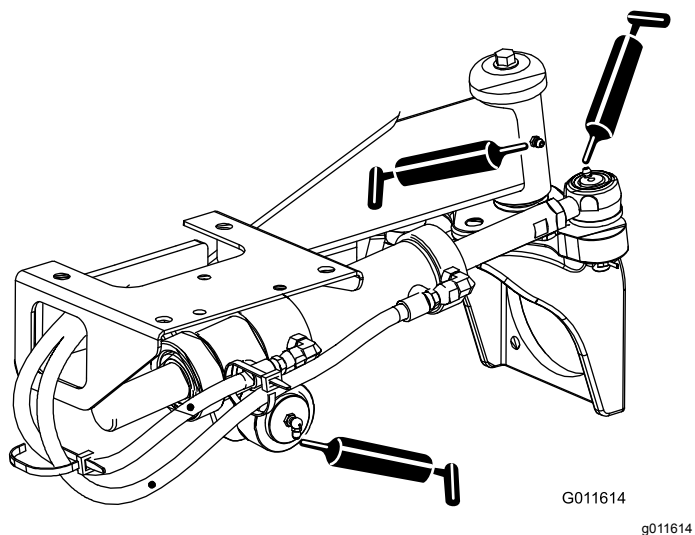

Figure 52
- Rotules de vérin de direction (2) et essieu arrière (1)—Figure 52